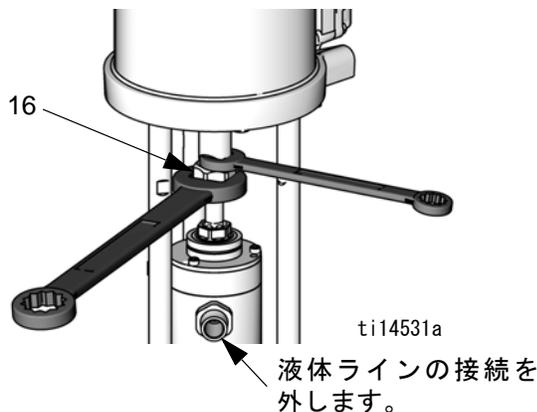

図 26. カップリングナットを緩めます
2. ポンプのアウトレットから液体ラインの接続を外します。図 26 を参照してください。
3. **Merkur ポンプ**：タイロッドシールド (26) を取り外します。